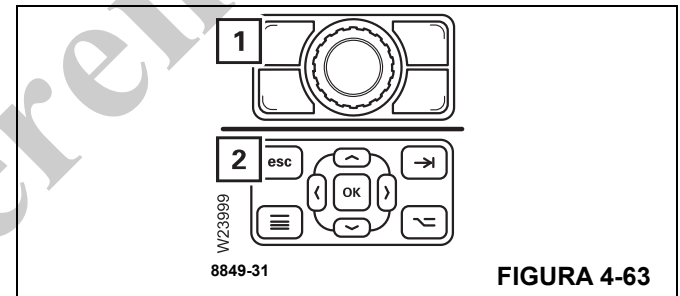

FIGURA 4-63
Se puede cancelar la introducción en cualquier momento. Pulse el botón (1), (Figura 4-63), o (2), (Figura 4-63).